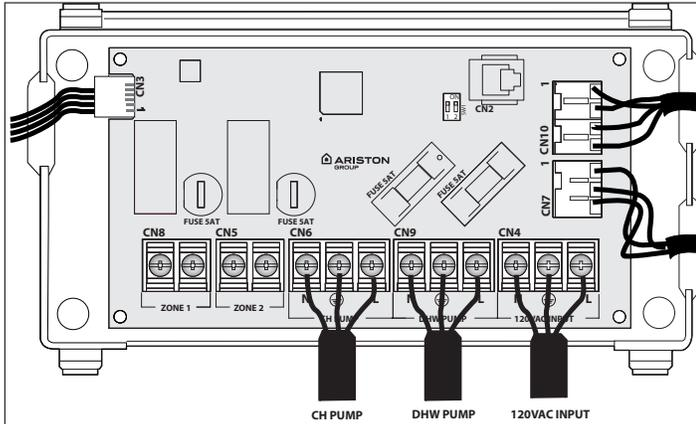

Figure 48 - Raccordements 120 V pour les circulateurs d'ECS et de chauffage central
- Branchez le câble sur place à la sortie appropriée; voir la figure 48.